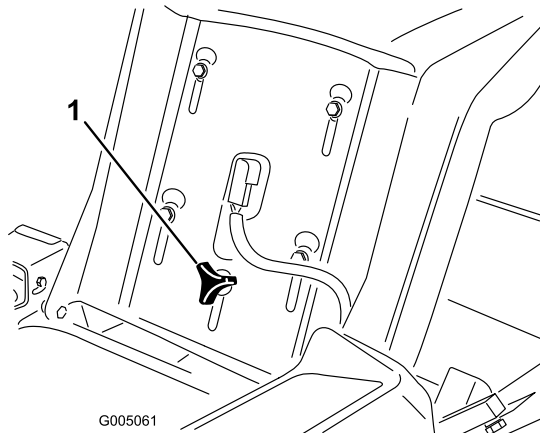

Figura 16
1. Levante el asiento y afloje el pomo de ajuste lo suficiente para poder desplazar el asiento (Figura 16).